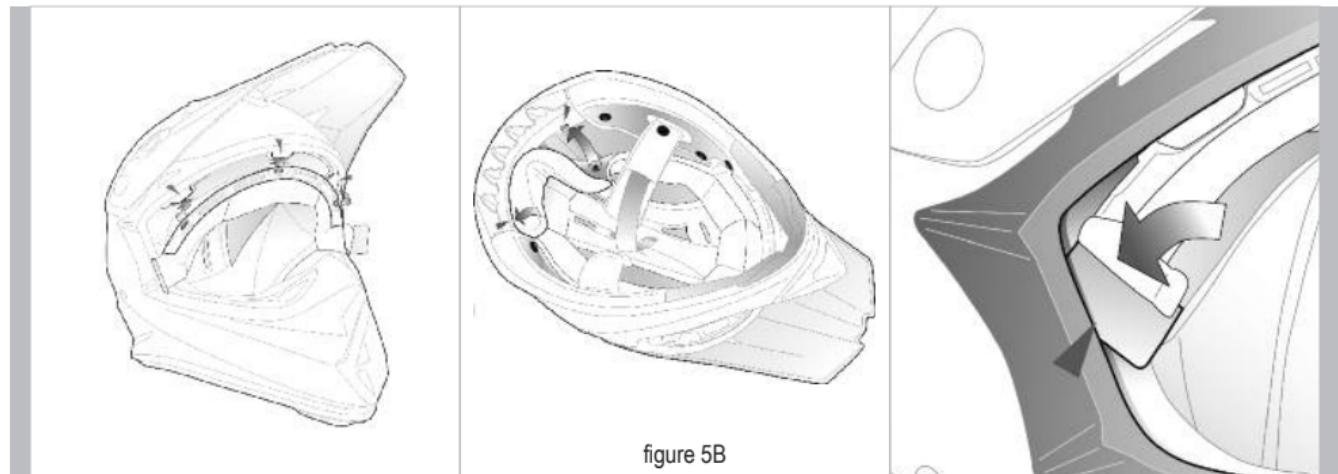

figure 5B
**Repositionnement – voir figure 5B**